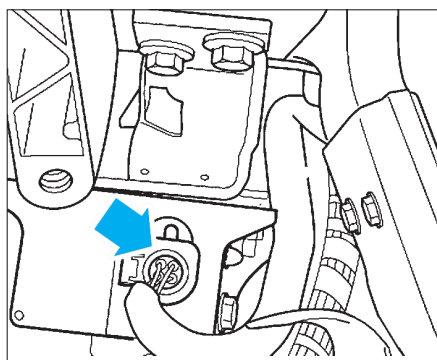

FIG. 41
- Débrancher le connecteur du capteur ESP (Fig.41).